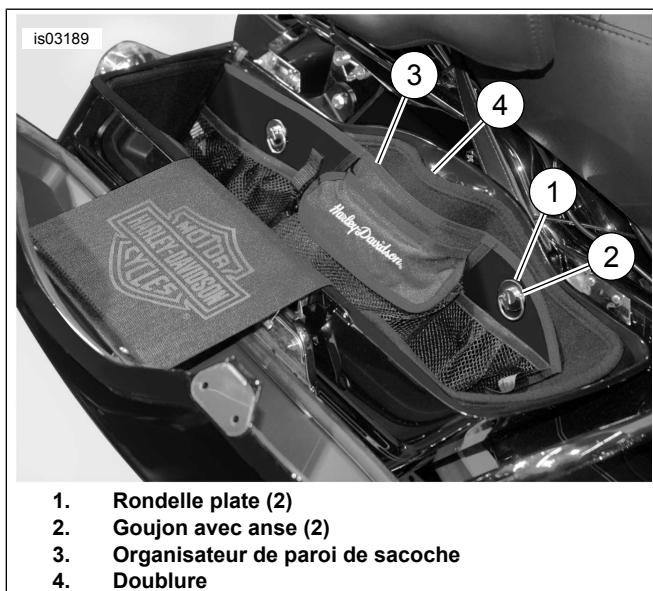

Figure 7. Installer l'organisateur de paroi de sacoche (sans doublure)
10. Voir Figure 7. Placer la rondelle plate (1) du kit sur le goujon avec anse avant.
11. Avec la rainure à l'extrémité du goujon en position horizontale, insérer le goujon avec anse avant (2) et la rondelle plate (1) dans le trou de l'organisateur de paroi (3), de la doublure (4), de la sacoche et du support de montage. Lorsque la rainure enclenche le fil métallique de la plaque de ressort sur le côté intérieur du support, faire tourner le goujon d'un quart de tour complet dans le sens horaire jusqu'à ce qu'il s'enclenche en place.